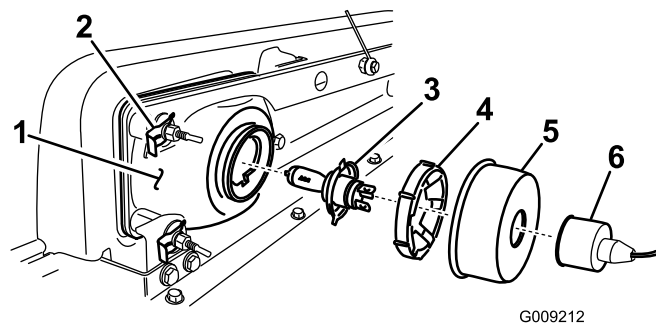

Figura 30
2. Rimuovete la guaina di gomma protettiva (Figura 30).
2. Rimuovete il gruppo faro anteriore spostandolo in avanti attraverso l'apertura nel paraurti anteriore (Figura 30).
3. Montate il nuovo faro anteriore attraverso l'apertura nel paraurti (Figura 30). Assicuratevi che i poli di regolazione siano allineati con i fori nella staffa di montaggio del paraurti.